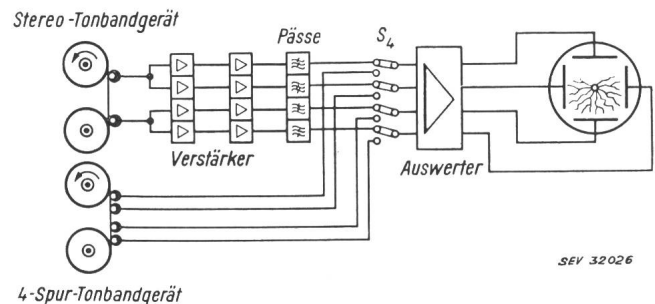

Fig. 2
**Auswertung** (Fig. 2). Die zwei Spuren des Stereo-Tonbandes werden mit getrennten Köpfen abgetastet. Jeder Kopf arbeitet über zwei parallele Verstärker, von denen jeder Ausgang auf einen Bandpass geht. Dadurch werden die Inhalte der vier Kanäle wieder einzeln zur Verfügung gestellt. Eine Demodulation erübrigt sich, da der Auswerter mit der Hüllkurve arbeitet.